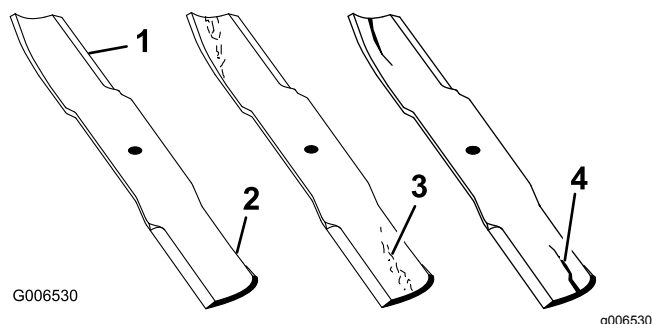

Figure 78
1. Examinez le tranchant des lames (Figure 78).
2. Inspectez les lames, surtout la partie relevée (Figure 78).
Remplacez immédiatement toute lame endommagée, usée ou qui présente une entaille (Figure 78).